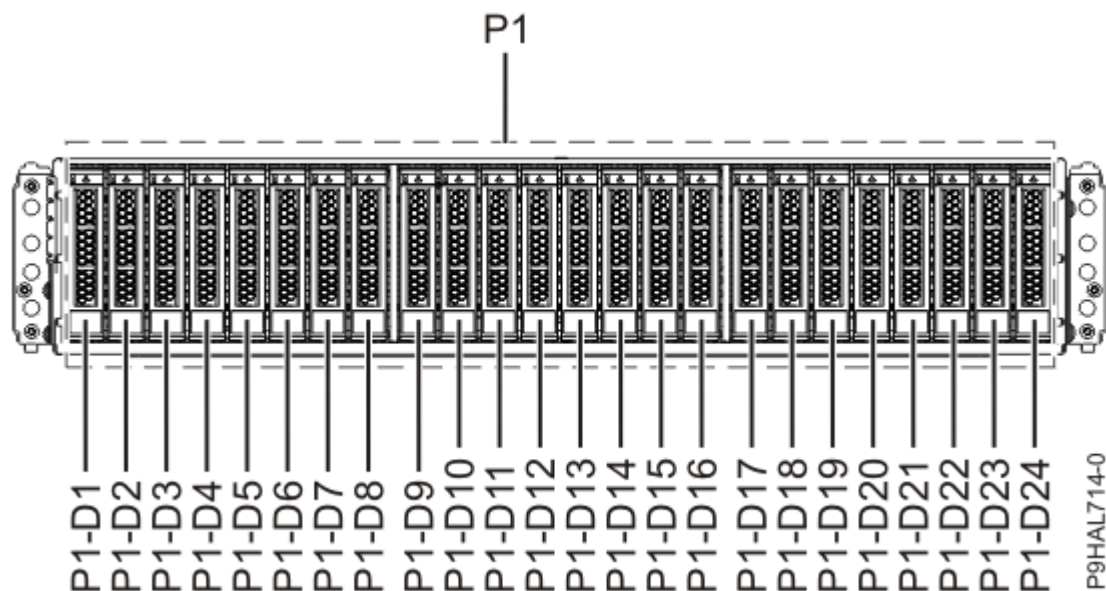
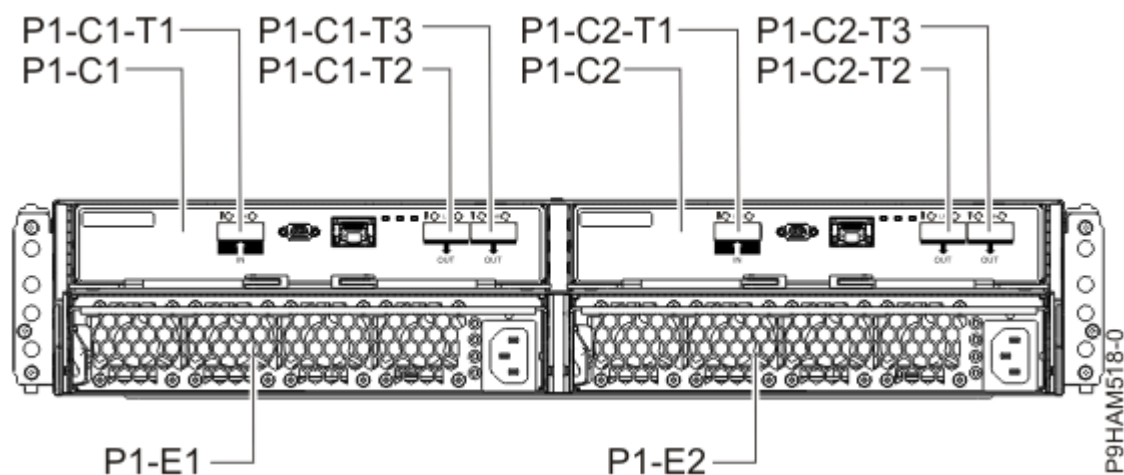

図 9. 5887 ディスク・ドライブ・エンクロージャーの正面図 (ディスク・ドライブの位置を示す)
図 10. 5887 ディスク・ドライブ・エンクロージャーの背面図
- 18 ページの図 9 および 18 ページの図 10 は、エンクロージャーの正面図と背面図で、エンクロージャー内のディスク・ドライブの位置を示しています。